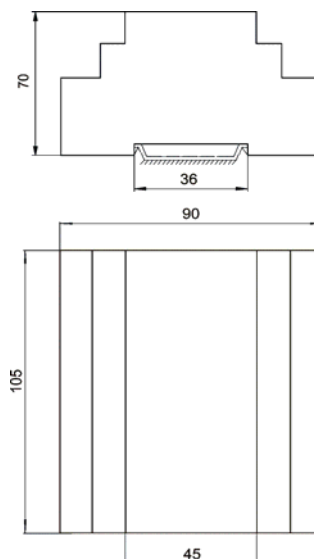

Рис.2 Габаритные и установочные размеры БУАВР
- 3.31. Габаритные и установочные размеры БУАВР приведены на рис. 2.